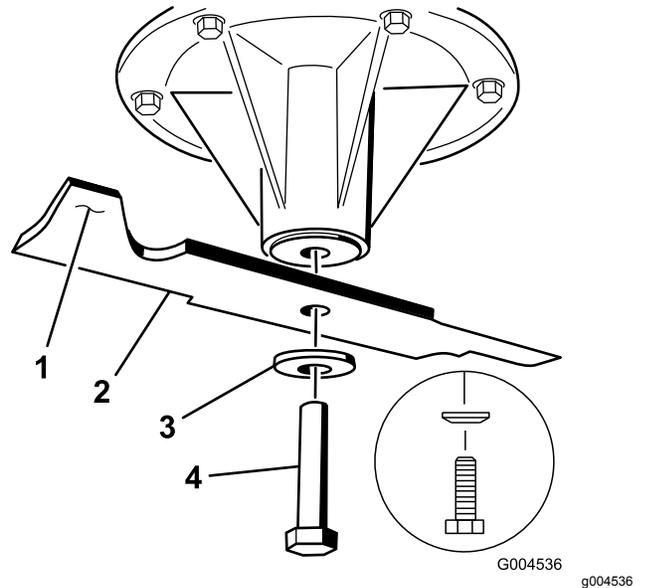

Figura 115
2. Retire del eje el perno de las cuchillas izquierda y central, la arandela curva y la cuchilla (Figura 115).
3. Retire del eje el perno de la cuchilla derecha (perno con rosca a izquierdas), la arandela curva y la cuchilla (Figura 115).
- Instale las cuchillas izquierda y central, las arandelas curvas y los pernos de las cuchillas en los ejes (Figura 115 y Figura 116).
**Nota:** Instale la arandela curva con el cono hacia la cabeza del perno (Figura 115).
- Instale la cuchilla derecha, la arandela curva y el perno de la cuchilla (perno con rosca a izquierdas) en el eje (Figura 115 y Figura 116).